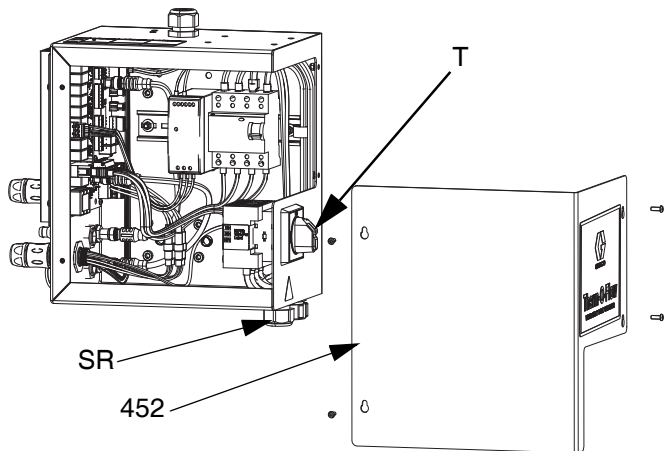

Fig. 9
3. Lossa skruvarna och ta bort locket (452) på värmeregleringsboxen (S). Se FIG. 9 på sidan 24.
4. Avlägsna de två skruvarna (433) och kåpan (457) på botten av värmeregleringsboxen (S).